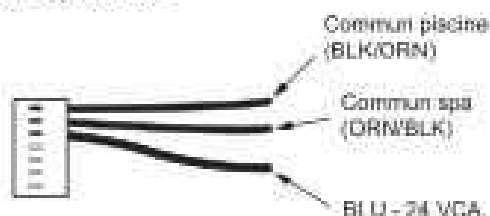

Figure 30. Harnais de câble à 7 broches pour thermostat externe
Les modules numériques P-156 peuvent être raccordés à un thermostat externe. Les modules analogues P-106 ne peuvent commander un thermostat externe. Il est équipé d'un connecteur à 7 broches dont l'un des câbles peut alimenter un interrupteur externe ou l'interrupteur intégré du thermostat externe, voir Figure 30. Il s'agit d'un simple circuit de commande en série qui peut être ouvert ou fermé. Le thermostat externe ne doit pas envoyer de tension à l'appareil, il doit seulement effectuer la fonction de commutation marche/arrêt. Les thermostats externes qui envoient une tension à l'appareil ne sont pas compatibles car cela risque d'endommager la carte électronique de l'appareil.
5. Depuis le harnais de câble à 3 fils pour thermostat externe, connectez le fil BLEU d'un côté de l'interrupteur "REMOTE" et connectez l'autre côté de l'interrupteur au fil ORANGE/NOIR dans le cas d'un SPA ou au fil NOIR/ORANGE pour une piscine, voir Figure 30.